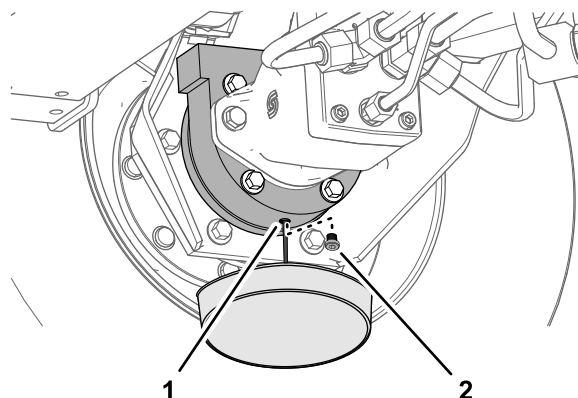

Figura 66
6. Mettete una bacinella sotto la scatola del freno, togliete il tappo di spurgo e lasciate defluire completamente l'olio (Figura 66).